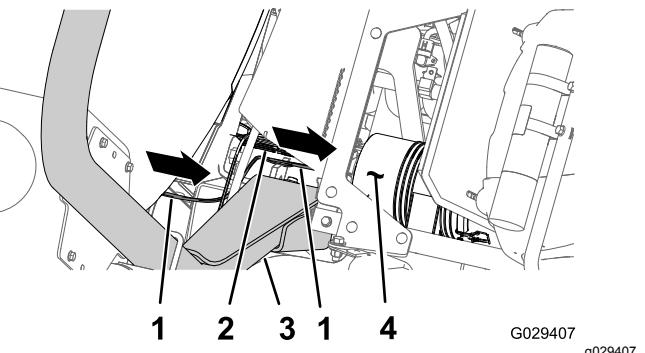
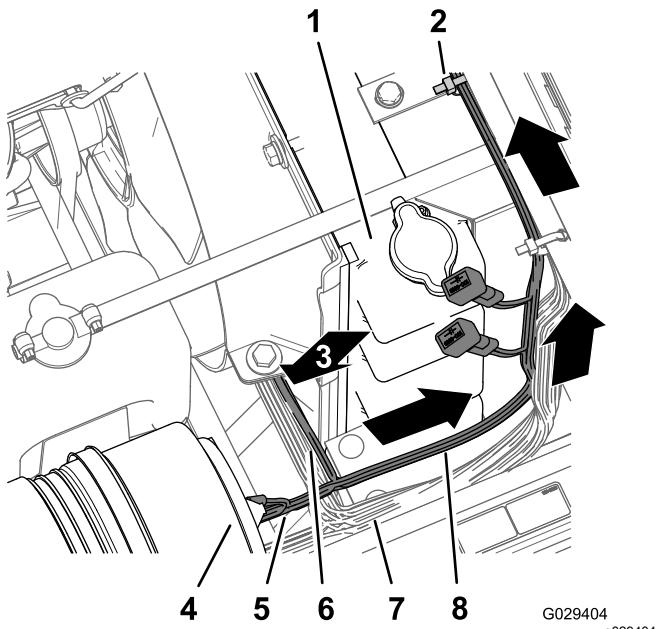

Figura 192
Figura 193
1. Enrute el arnés de cables del kit de acabado hacia delante, entre la barra del ROPS y la esquina inferior del depósito del fumigador, a lo largo del arnés de cables de la máquina por debajo del limpiador del aire del motor (Figura 192 y Figura 193).
- Enrute la rama del compartimiento del motor de 197 cm del arnés de cables (con el terminal de anillo, la toma del terminal y el conector hembra de 5 vías) hacia arriba por el lateral derecho del radiador, sobre la parte superior del mismo y por debajo de la base de la consola central (Figura 193).